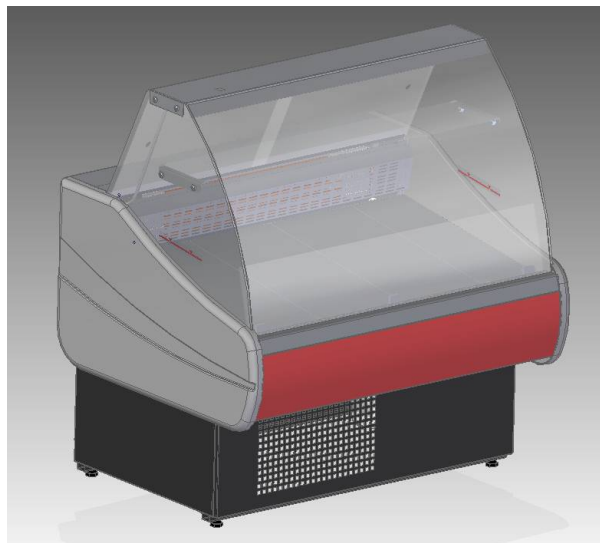

Рисунок 3
5. Установить фронтальное стекло на уплотнитель в паз на фронтальной части витрины и на фонарь (см.рис.3).